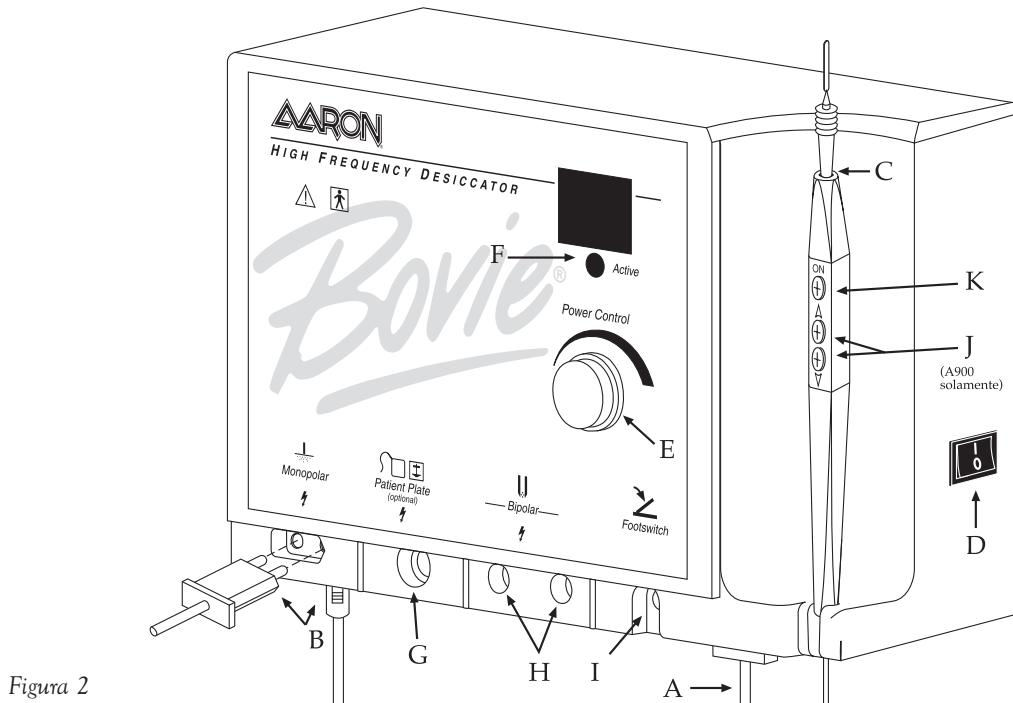

Figura 2
2. Conecte el enchufe hembra del cable de alimentación en la base de la unidad (vea la figura 2, letra A).
4. Conecte el aplicador a la salida monopolar de la parte inferior izquierda del frente de la unidad (vea la figura 2, letra B). El enchufe está diseñado para que la conexión encaje solamente en una dirección. Enchufe el pequeño conector redondo del aplicador (A900 solamente) en la conexión que se encuentra en la parte más inferior de la unidad (observe la figura 2, letra B). El aplicador de tres botones está diseñado para facilitar al doctor el control total inmediato en los ajustes de la potencia eléctrica de salida.
5. Deslice el electrodo estándar en el interior del aplicador hasta que esté firmemente asentado (observe la figura 2, letra C). El aplicador admite la mayoría de los electrodos estándar de 3/32 de pulgada.
7. Encienda la unidad, utilizando el interruptor que se encuentra en el panel del lado derecho de ésta (vea la figura 2, letra D).
8. Establezca la potencia de salida, ya sea utilizando el dial que se encuentra en la parte frontal de la unidad (vea la figura 2, letra E) o, en el caso de la unidad Aaron 900, utilizando solamente los botones de arriba y abajo que se encuentran en el aplicador (vea la figura 2, letra J). Cuando se esté ajustando el nivel de salida de corriente por medio del aplicador, sonará un tono audible para indicar que se ha cambiado el nivel de corriente. Soltando y presionando los botones de arriba y abajo se conseguirá que los ajustes de corriente cambien con más rapidez para un ajuste rápido de los parámetros de salida. La salida de corriente se muestra en incrementos de 0,1 vatios, por debajo de los 10 vatios, y en incrementos de números enteros cuando la escala es entre 10 y 30 vatios.
9. Para activar la unidad, quite el aplicador de su soporte. Coloque el aplicador en la posición deseada y suelte el botón de activación (consulte la figura 2, letra K). Cuando la unidad esté activada, sonará un tono audible y se iluminará la luz azul (vea la figura 2, letra F).
10. Para usar la placa de conexión a tierra opcional con el cable (A802EU), inserte el enchufe del cable en la salida de la placa de conexión a tierra (observe la figura 2, letra G) y conecte el otro extremo en la placa de conexión a tierra. La placa debe ser colocada debajo del paciente de forma que la placa entera esté cubierta por la piel desnuda del paciente. No aplique ningún tipo de gel ni cremas sobre la placa.
11. Para usar el cable bipolar opcional (A827EU), inserte las clavijas en las salidas bipolares (observe la figura 2, letra H). El cable es enchufado entonces en los fórceps. Una puerta deslizante detrás de las salidas monopolares y bipolar impide que el usuario utilice ambas simultáneamente.
12. El interruptor de pie opcional es enchufado en la salida diseñada para éste y colocado sobre el suelo (vea la figura 2, letra I). El interruptor de pie puede ser utilizado con procedimientos monopolares y debe ser utilizado con procedimientos bipolares.